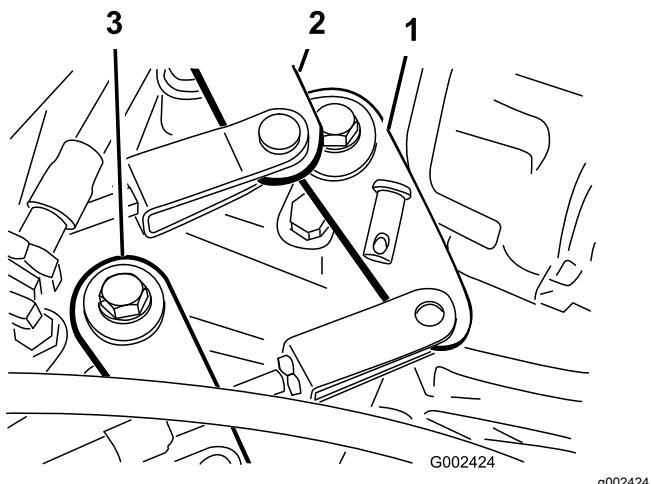

Figura 53
2. Desmonte os passadores que fixam os cabos aos braços de comando do conjunto eixo-transmissão (Figura 53).
1. Retire o passador que prende o cabo de gama alta/baixa à transmissão (Figura 53).